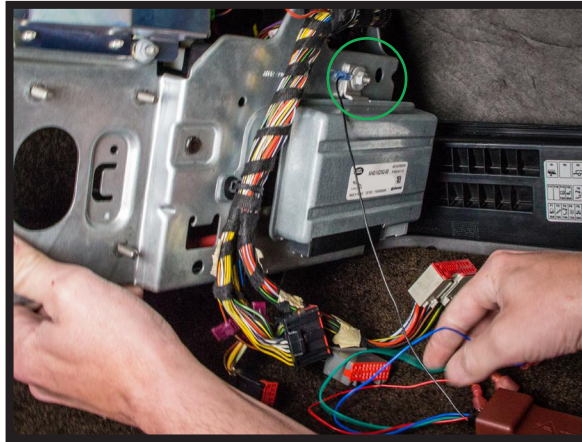

FIGURE 70
5. LOCATE SUITABLE GROUND AND INSTALL BLACK WIRE FROM EBM. (FIGURE 70)